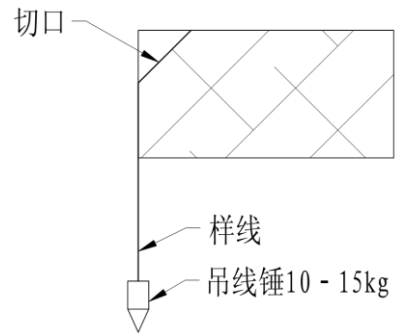

图 4-6 说明
4.1.4 在样板架各挂线处用锯片锯出切口, 放线时将样线嵌入切口不会移动。见图 4-6。